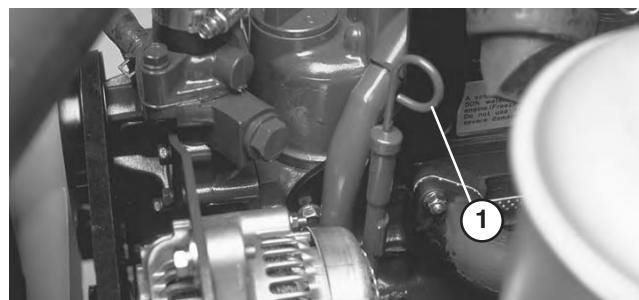

Figure 25
2. Retirez la jauge et essuyez-la sur un chiffon propre (Fig. 25). Insérez la jauge tout au fond du tube. Sortez de nouveau la jauge et vérifiez le niveau d'huile. Si le niveau d'huile est bas, faites l'appoint pour amener le niveau au repère maximum (FULL) de la jauge.